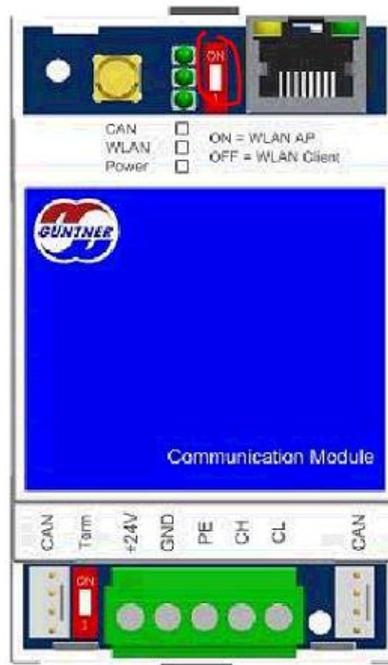

Figura 3: Habilitar la comunicación ethernet.
- En la pantalla de GMM EC, acceda a todas las configuraciones realizadas y anote o tome una foto de los valores utilizados. Por ejemplo, si el equipo tiene comunicación Modbus RTU, acceda 'Service' – 'features' – 'ext BUS-modul', como se muestra en la Figura 3.